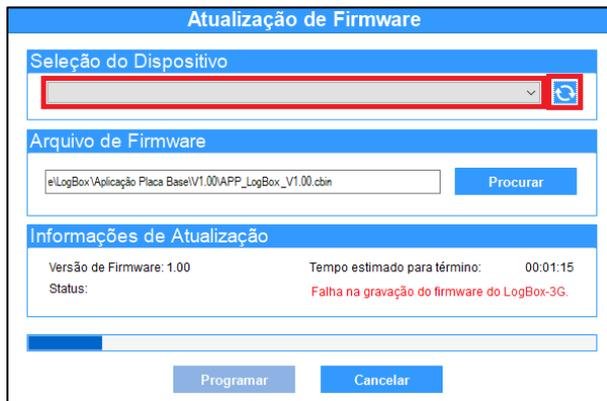

Fig. 49 – Falha na gravação do firmware
- d. Caso o **NXperience** tenha sido fechado e/ou não seja mais possível encontrar o dispositivo na tela de atualização, como exibido na **Fig. 49**, é necessário fechar o **NXperience**, desligar o **LogBox-3G** e reconectar o dispositivo à interface USB para uma nova tentativa.